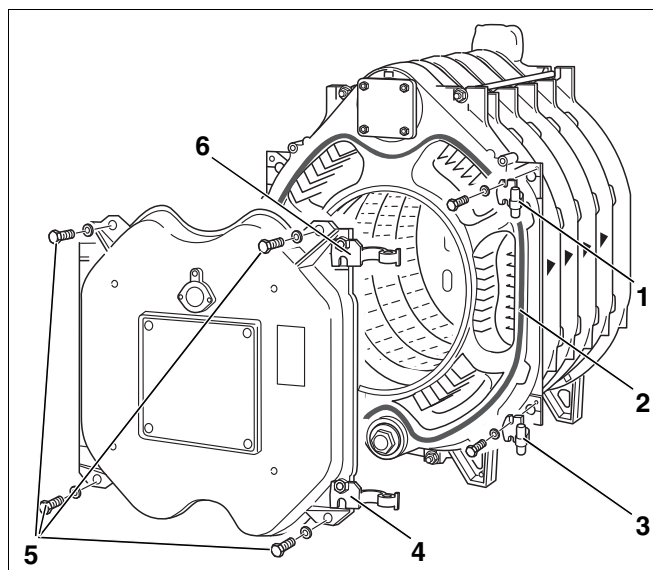

Fig. 26 Appendere lo sportello del bruciatore
Di fabbrica, entrambi gli occhielli delle cerniere (fig. 26, [4] e [6]) sono avvitati sulla destra della porta. Per cambiare il senso di apertura della porta del bruciatore, gli occhielli delle cerniere si devono togliere da destra ed essere corrispondentemente montati sulla sinistra della porta.
- ▶ Avvitare i ganci delle cerniere (fig. 26, [1] e [3]) ognuno con 2 bulloni M 12 x 50 all'elemento anteriore. La fig. 26 rappresenta questa operazione per battuta a destra. Con battuta a sinistra, i ganci di cerniera devono essere avvitati in modo corrispondente sulla parte destra.
- ▶ Incollare il cordone GP Ø 18 mm sull'elemento anteriore con adesivo Silastik. In questa operazione, il cordone ermettizzante deve essere posizionato lateralmente (fig. 26, [2]).
- ▶ Chiudere lo sportello del bruciatore e fissarlo con i 4 bulloni (M 16 x 140) (fig. 26, [5]). I bulloni si devono avvitare in modo uniforme e in sequenza incrociata.